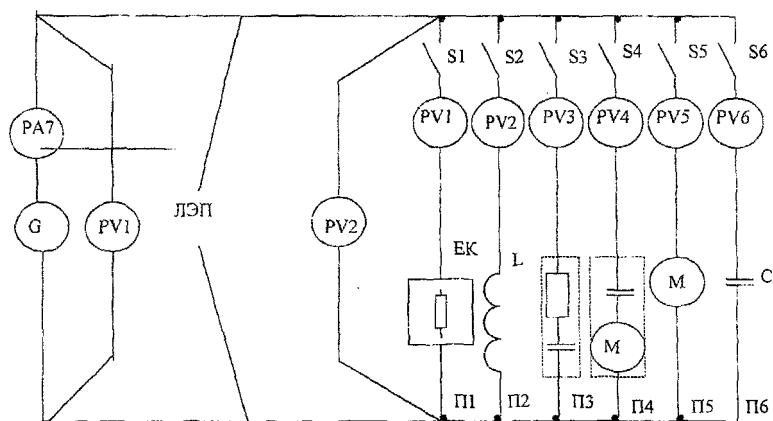

Рис.2.1. Принципиальная схема подключения приемников.
- 2.1.1. Начертить принципиальную схему (ветви, выключатели которых по заданию отключены, не изображать; нумерацию оставшихся сохранить по рис.2.1).
К двухпроводной линии передачи (ЛЭП), питаемой от однофазного генератора G частотой 50 Гц (рис.2.1.), подключается параллельно через выключатели S1...S6 приемники П1...П6 (табл.2.1.) Напряжение на зажимах генератора U_1 (в начале ЛЭП) измеряется вольтметром PV₁, а на зажимах приемников U_2 (в конце ЛЭП) - вольтметром PV₂. Для измерения тока каждого приемника включены амперметры PA1...PA6, а для генератора PA7. Варианты заданных значений напряжения U_2 , сопротивлений проводов
Таблица 2.2. Параметры схемы по рис.2.1.